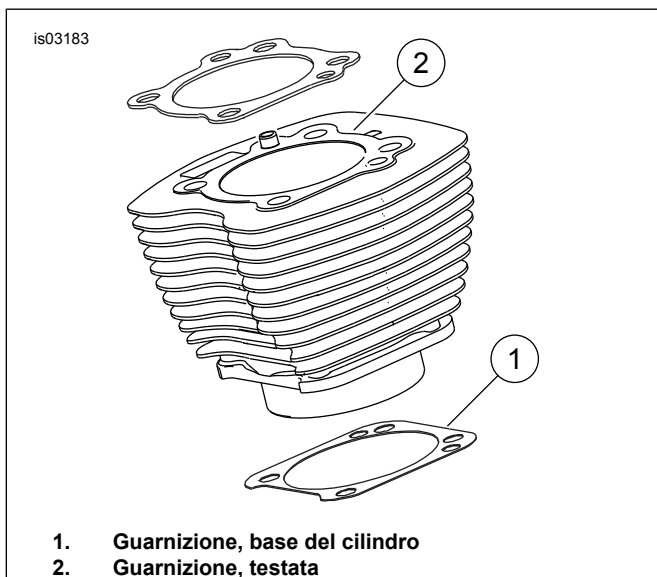

Figura 1. Guarnizioni del cilindro
Figura 1. La guarnizione (1) da 103,12 mm (4,060 in) della base del cilindro e quella della testata (2) eliminano la necessità di usare anelli di tenuta O-ring. Non utilizzare anelli di tenuta O-ring su perni di riferimento o su codoli dei cilindri.